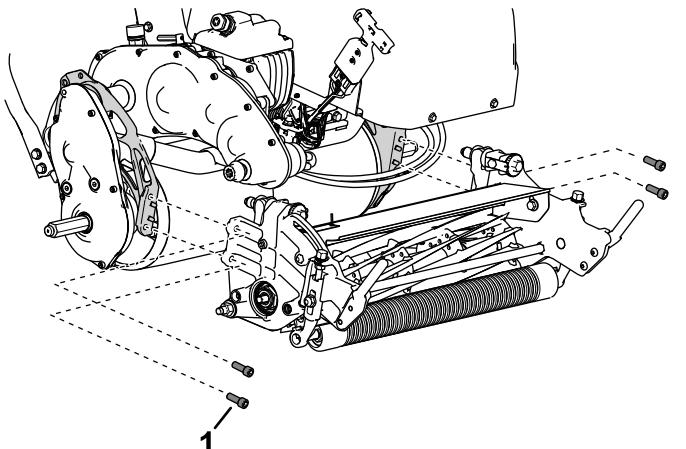

Bild 7
- A. Verwenden Sie die vier Bundkopfschrauben, um das Mähwerk an der Maschine zu befestigen (**Bild 7**).